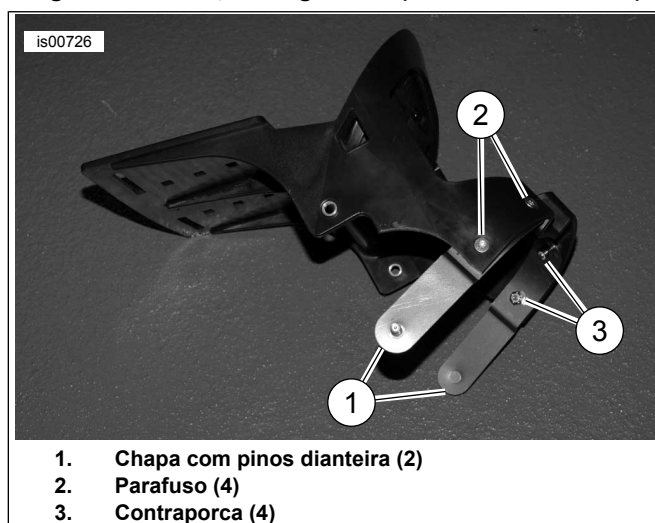

Figura 4. Instale as chapas com pinos dianteiras
15. Veja a Figura 4. Monte as duas chapas com pinos frontais (1) no suporte da placa de identificação com quatro parafusos (2) e contraporcas (3). Aperte as contraporcas com torque de 2,3 N·m (20 in-lbs).